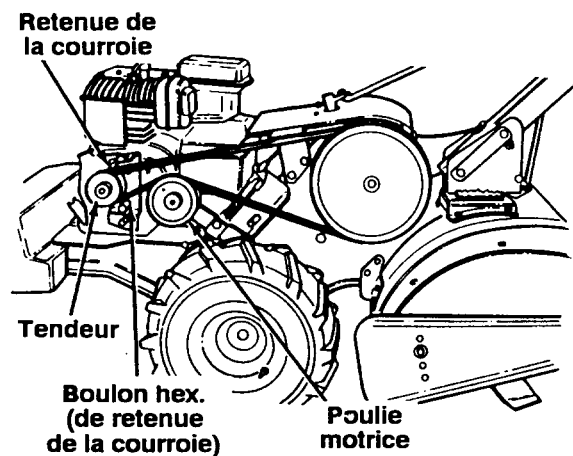

FIGURE 21
3. Enlevez le boulon hex. (de retenue de la courroie) situé en dessous de la poulie motrice. Voir la figure 21.
REMARQUE: Lors du remontage, vérifiez que la courroie passe au-dessus de la poulie du tendeur et entre les dispositifs de retenue près de la poulie du tendeur. Voir la figure 21.